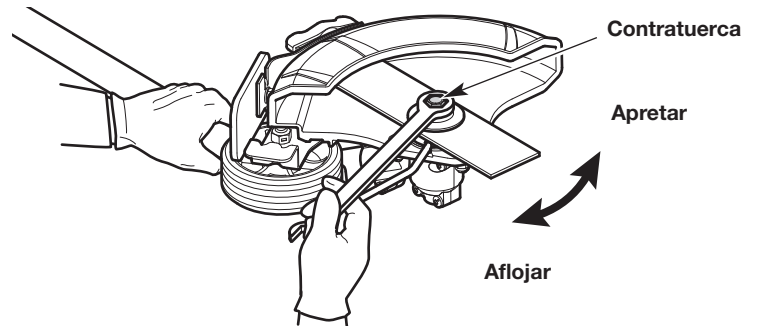

Fig. 25
3. Mientras sostiene la varilla de traba, afloje la contratuerca girándola **en el sentido de las agujas del reloj** con una llave de 13 mm (Fig. 25).
6. Mientras sostenga la varilla de traba, apriete la contratuerca girándola **en sentido contrario a las agujas del reloj** (Fig. 25). Cerciérese que la cuchilla de la bordeadora quede plana y centrada en relación con el eje de salida cuando apriete la contratuerca. Si tiene una llave dinamométrica, apriete la contratuerca a **325-335 pulg•lbs (37-38 N•m)**. Si tiene una llave dinamométrica, apriete la contratuerca con una llave de 13 mm, hasta que la contratuerca se presione contra el retén de la cuchilla y la cuchilla de la bordeadora esté ajustada. Asegúrese que la cuchilla de la bordeadora esté instalada correctamente, luego gire la tuerca 1/4 o 1/2 más.